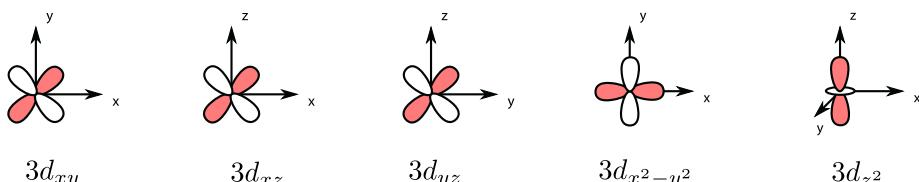

Figure 8.1 – Orbitales d du métal
- $3d$ sont représentées en Figure 8.1.